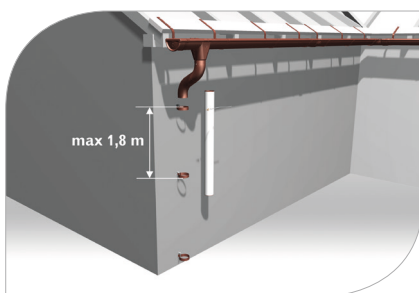

рис. 32
- 5.1 Закрепите дюбеля в фасаде, используя длину, приспособленную к толщине теплоизоляции здания. В дюбеля вкрутите крепления хомутов, сохраняя между ними расстояние максимум 1,8 м. На крепления навинтите хомуты (**рис. 32**)